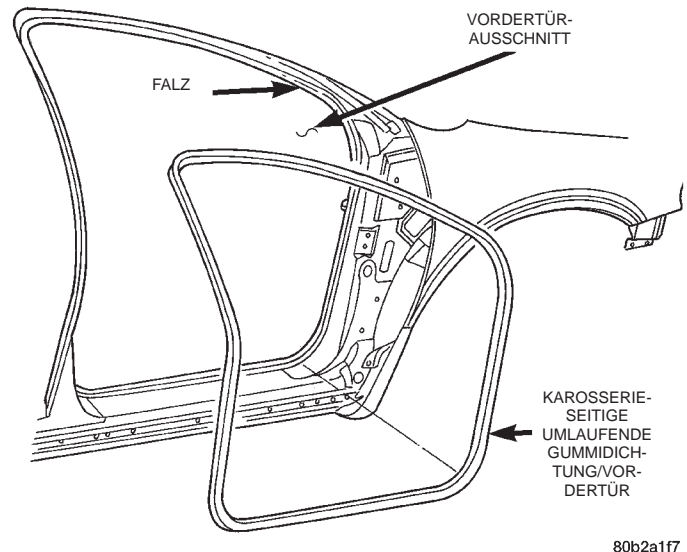

Abb. 30 Karosserie seitige umlaufende Gummidichtung/Türausschnitt
- (1) Vordertür öffnen.
- (2) Schwellerabdeckung im Türausschnitt lösen.
- (3) Umlaufende Gummidichtung des Türausschnitts vom Falz im Türausschnitt abziehen (Abb. 30).